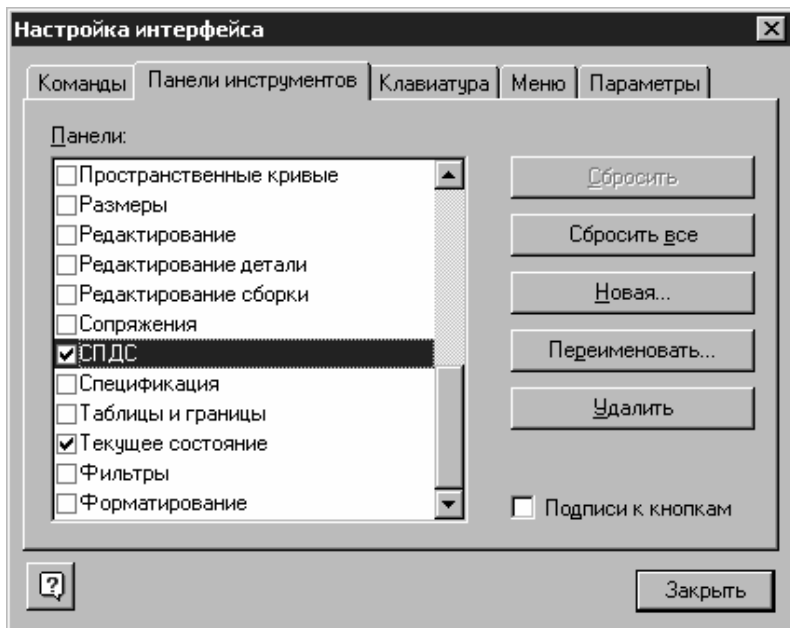

Рис. 4.1. Вкладка **Панели инструментов**
2. В появившемся диалоге настройки параметров системы перейдите на вкладку **Панели инструментов** (рис. 4.1) и нажмите кнопку **Новая...** Появится диалог **Название панели инструментов**.